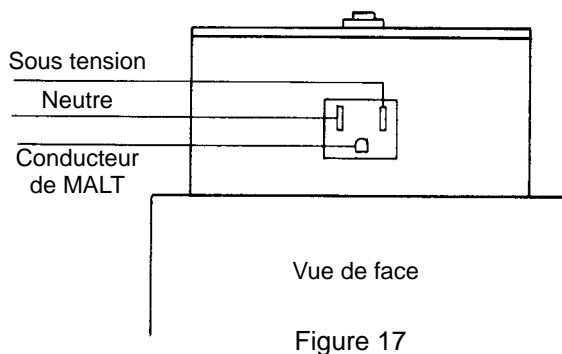

Figure 17
9. Enlever le couvercle de la boîte de raccordement et installer le manchon qui convient dans l'ouverture de 19 mm (3/4 po). Avec le courant d'alimentation coupé, acheminer les trois (3) fils et les raccorder à la boîte. Voir la figure 17.